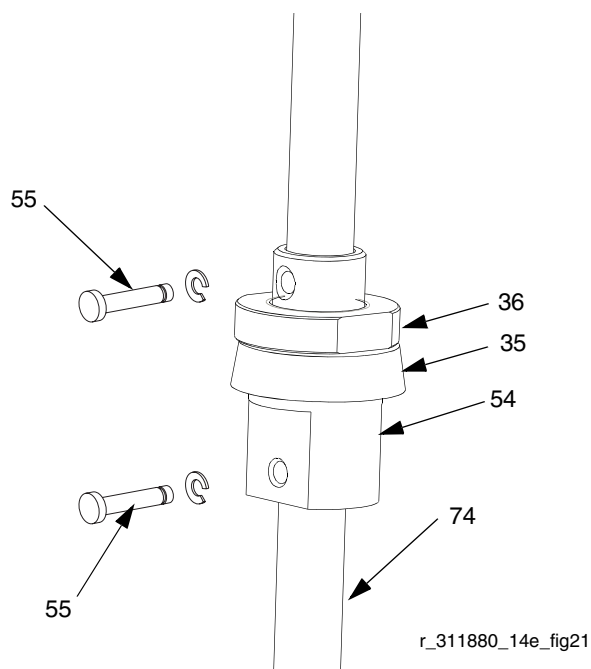

FIG. 22
9. Retirez les axes à épaulement (55). Voir FIG. 22.